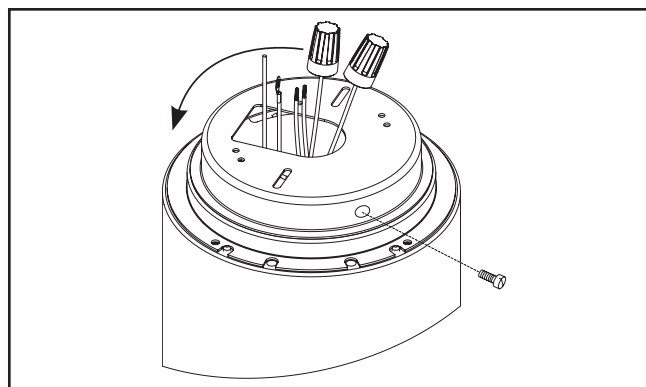

Figure 1.
2. Faites tourner la plaque de montage dans le sens antihoraire contrairement des aiguilles d'une montre pour la séparer de l'assemblage ensemble et la retirer du cylindre. (Figure 1).